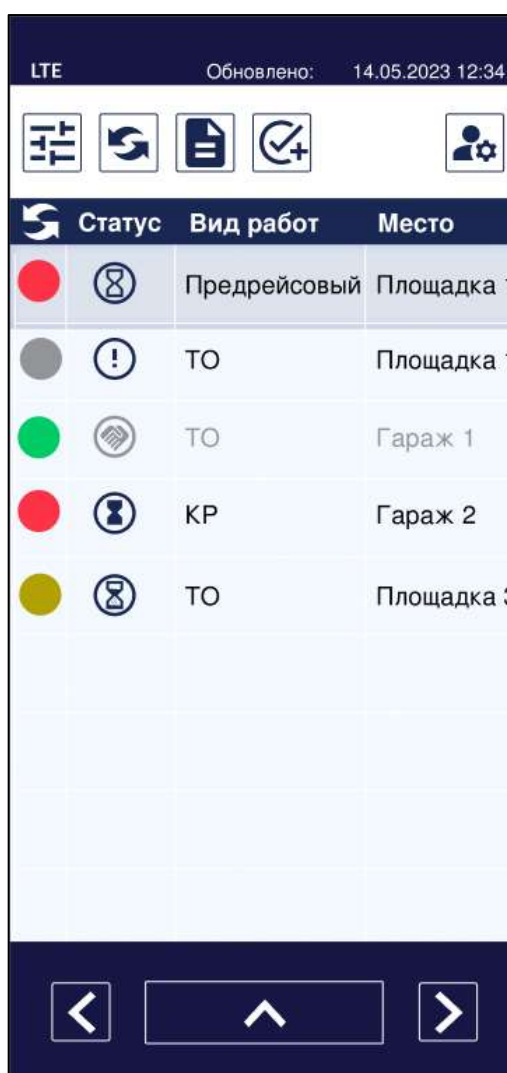

Рисунок 5 - Вид главного экрана
Кнопки управления нижнего меню - см. Таблица 1. Пример размещения нижнего меню – см. Рисунок 5.
После успешного завершения авторизации будет открыт главный экран (Рисунок 5).
- информация о подключении к сети передачи данных (в примере на Рисунок 5 это LTE);
- информация об обновлении данных с сервером (в примере на Рисунок 5 показано, что данные обновлены);